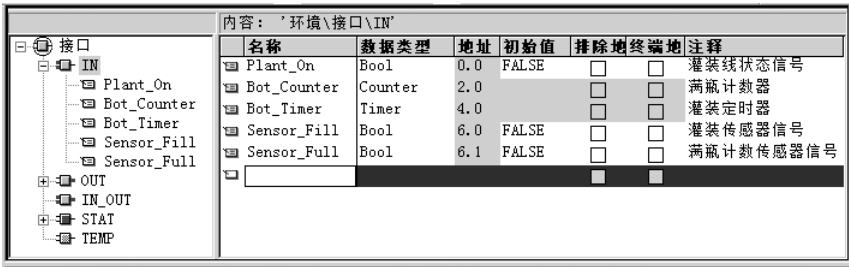

图 13-10 声明输入参数
1) 新建功能块 FB1，再在程序编辑器中声明 5 个输入变量，要特别注意变量的数据类型。如图 13-10 所示。